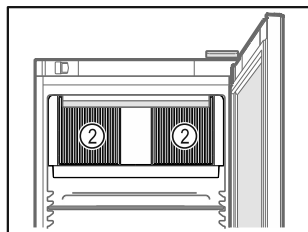

Fig. 60
- A belső térben lévő keringető ventilátor szellőzőnyílásait Fig. 60 (2) tartsa szabadon.